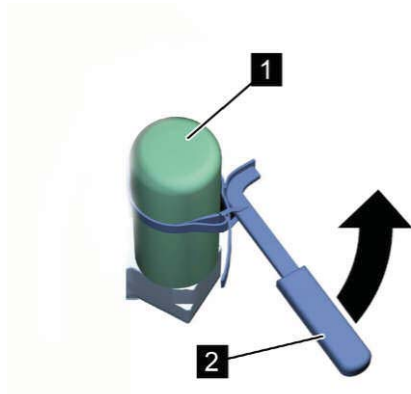

Рис. 40: Отсоединение тонкого очистителя
5. При помощи ленточного ключа (Рис. 40/2) отверните сепаратор (Рис. 40/1) и снимите его.
6. Удалите остатки изношенного уплотнения с сепаратора (Рис. 40/1).